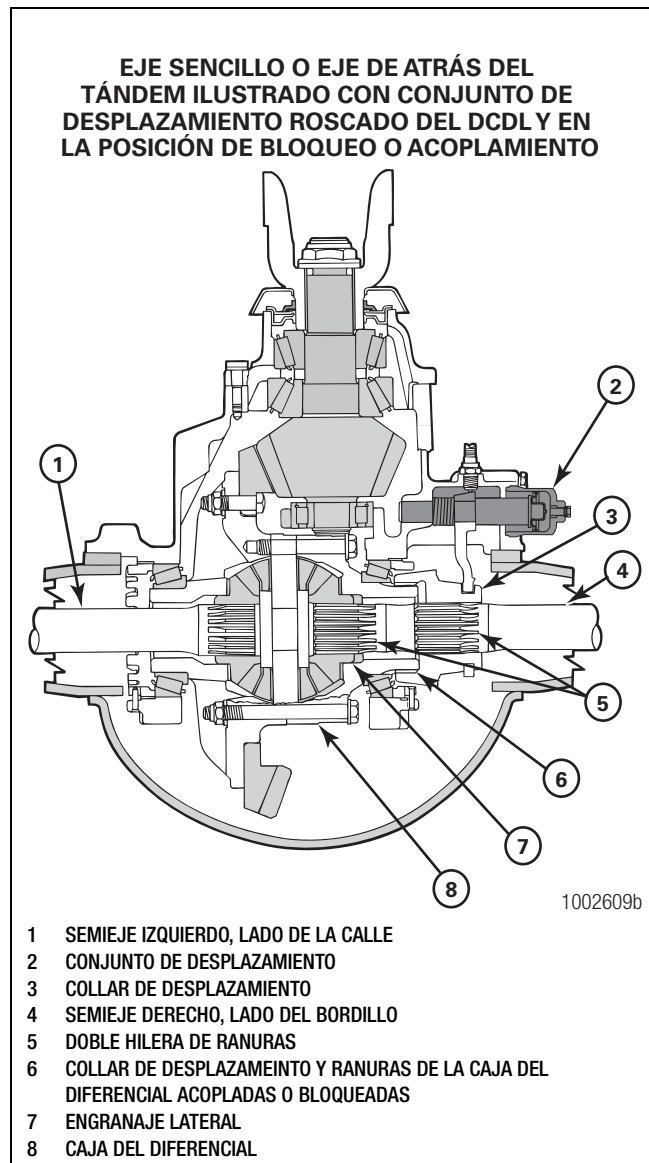

Figura 11.5
5. Instale el(los) semieje(s) indicado(s) en la Tabla AJ. Los semiejes con DCDL tienen una doble hilera de ranuras que se acoplan con las ranuras del engranaje lateral y las del collar de desplazamiento en la caja del diferencial. Figura 11.5. Continúe con el Paso 6.